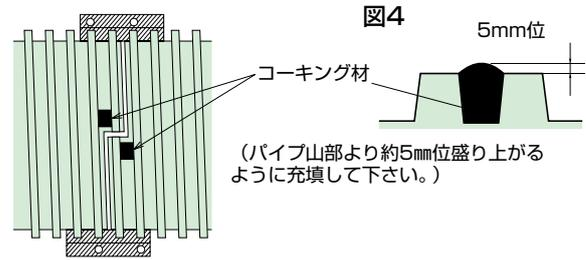

図3
- ② パイプ谷部にコーキング材を充填して下さい。(図3、4参照)